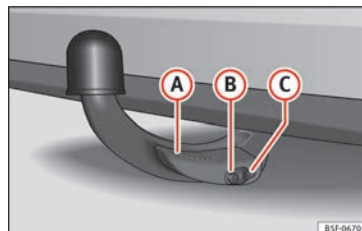

Fig. 229 Sfera smontabile fissata correttamente
- La leva (A) » fig. 229 è totalmente sollevata.
- Il perno di sblocco (B) » fig. 229 fuoriesce completamente (la parte rossa e verde è visibile).
- Il coperchio (C) » fig. 229 è collocato sulla serratura.